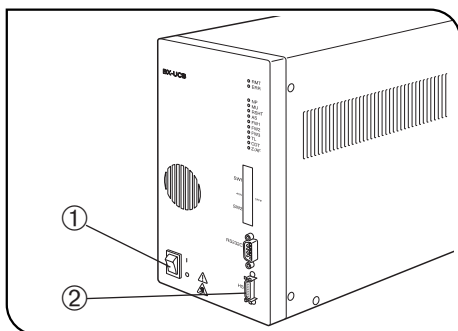

Fig. 4
▲ Kontrollera att huvudströmbrytaren ① på styrboxen står på "O" (FRÅN) innan kabeln för handkontrollen (och övriga moduler) och nätkabeln ansluts. (Fig. 4)
### 1 Anslutning av handkontrollkabeln (Fig. 4)